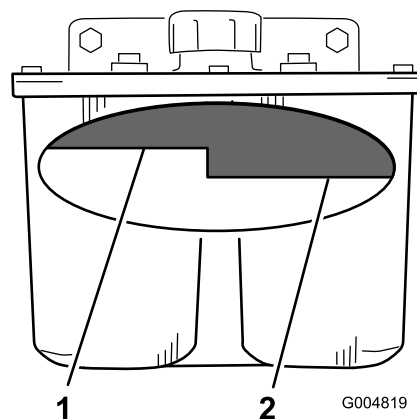

Bild 69
2. Reinigen Sie den Bereich um den Einfüllstutzen des Hydraulikbehälters (Bild 69).
3. Drehen Sie den Deckel vom Einfüllstutzen ab. Schauen Sie in den Stutzen um sicherzustellen, dass Öl im Behälter ist (Bild 69).
Hinweis: Der Füllstand sollte bei heißem Öl die Oberkante der heißen Einfüllmarkierung der Zwischenplatte erreichen (Bild 69).